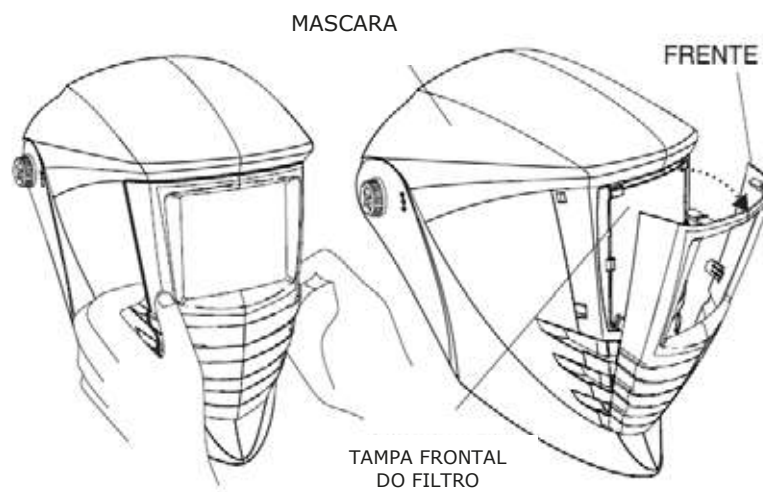

FIG. 8a
2. Remova o FRONTE da MÁSCARA puxando-o para fora com as duas mãos até que abas de bloqueio sejam liberadas (Fig. 8a).